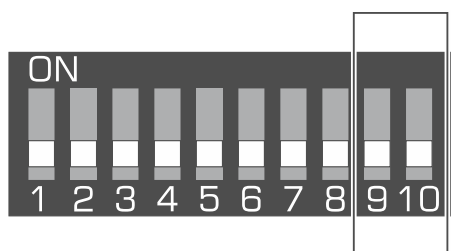

Abb. 2. Schalter zur Bestimmung des Betriebsmodus des Funkbasismoduls.
**Schalter 9 und 10** (Abb. 2) dienen zur Bestimmung des Betriebsmodus des Funkbasismoduls – siehe Tabelle 1.